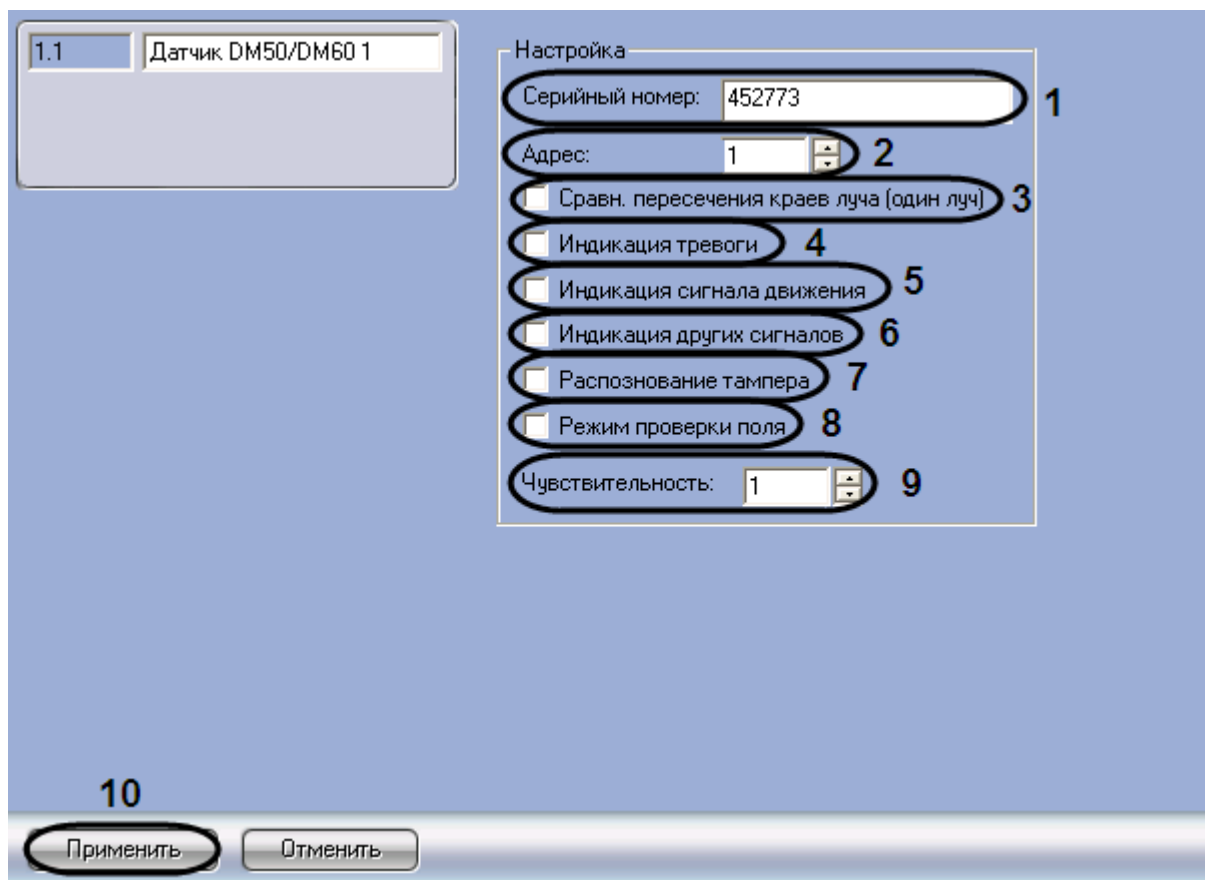

Рис. 3.10-2. Панель настройки объекта Датчик DM50/DM60
1. Перейти на панель настройки объекта **Датчик DM50/DM60** (Рис. 3.10-2)
2. В поле **Серийный номер** (см. Рис. 3.10-2, 1) ввести серийный номер датчика DM50/DM60 в шестнадцатеричном формате.
3. В поле **Адрес** ввести с помощью кнопок **вверх-вниз** адрес датчика DM50/DM60 в десятичной системе счисления (см. Рис. 3.10-2, 2).
4. При необходимости подавать сигнал тревоги, если разорван один луч, установить флажок **Сравн. Пересечения краев луча (один луч)** (см. Рис. 3.10-2, 3).
5. Для индикации диода на датчике при тревоге установить флажок **Индикация тревоги** (см. Рис. 3.10-2, 4).
6. Для индикации диода на датчике по сигналу движения установить флажок **Индикация сигнала движения** (см. Рис. 3.10-2, 5).
7. Для индикации других сигналов установить флажок **Индикация других сигналов** (см. Рис. 3.10-2, 6).
8. Для отслеживания состояния корпуса датчика установить флажок **Распознавание тампера** (см. Рис. 3.10-2, 7).
9. Для перехода в режим тестирования поля установить флажок **Режим проверки поля** (см. Рис. 3.10-2, 8).
10. В поле **Чувствительность** ввести с помощью кнопок **вверх-вниз** значение чувствительности датчика DM50/DM60 (см. Рис. 3.10-2, 9).
11. Для сохранения внесенных изменений нажать кнопку **Применить** (см. Рис. 3.10-2, 10).
1. Перейти на панель настройки объекта **Датчик DM70** (Рис. 3.10-2)
2. В поле **Серийный номер** (см. Рис. 3.10-2, 1) ввести серийный номер датчика DM70 в шестнадцатеричном формате.
3. В поле **Адрес** ввести с помощью кнопок **вверх-вниз** адрес датчика DM70 в десятичной системе счисления (см. Рис. 3.10-2, 2)
4. При необходимости подавать сигнал тревоги, если разорван один луч, установить флажок **Сравн. Пересечения краев луча (один луч)** (см. Рис. 3.10-2, 3)
5. Для индикации диода на датчике при тревоге установить флажок **Индикация тревоги** (см. Рис. 3.10-2, 4)
6. Для индикации диода на датчике по сигналу движения установить флажок **Индикация сигнала движения** (см. Рис. 3.10-2, 5)
7. Для индикации других сигналов установить флажок **Индикация других сигналов** (см. Рис. 3.10-2, 6)
8. Для отслеживания состояния корпуса датчика установить флажок **Распознавание тампера** (см. Рис. 3.10-2, 7)
9. Для перехода в режим тестирования поля установить флажок **Режим проверки поля** (см. Рис. 3.10-2, 8)
10. В поле **Чувствительность** ввести с помощью кнопок **вверх-вниз** значение чувствительности датчика DM70 (см. Рис. 3.10-2, 9)